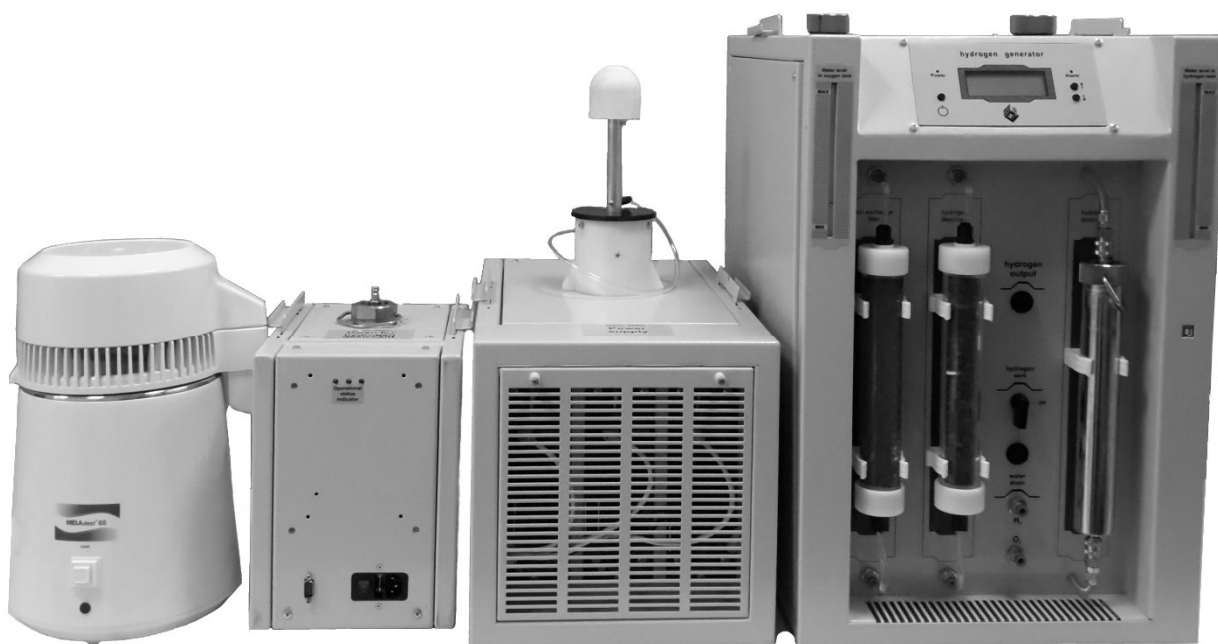

Рис.1. Модули генератора водорода H2box-AERO (общий вид)
**6.1.** Конструктивно генератор выполнен в виде 5 модулей (Рис.1):
- генератор (1),
- блок питания (2),
- печь (3),
- устройство дистанционного отключения (4),
- дистиллятор воды MELAdest 65 (5).